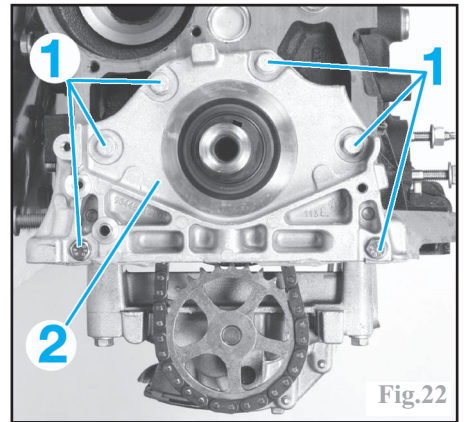

Fig.22
- les vis (1) du carter de fermeture (2) côté pompe à huile (Fig.22).
- le carter (2) de fermeture coté pompe à huile.